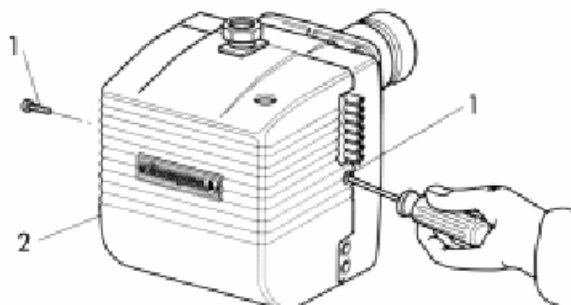

Рис. 1
Чтобы обеспечить доступ к основным узлам, снимите крышку, как показано на рис. 1.
- Закройте газовый кран и отсоедините линию подачи газа. Отвинтите винты **1** и снимите крышку **2** (рис. 1).